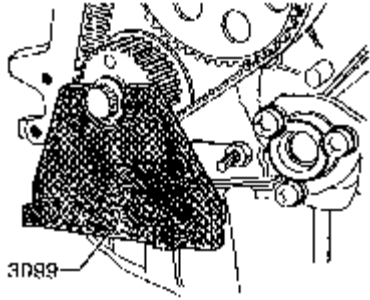
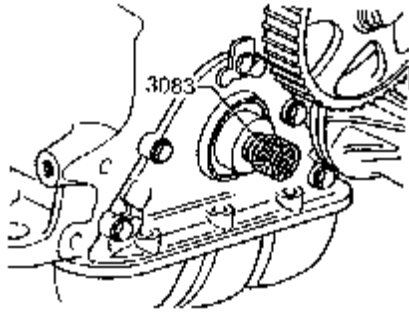

图 2-32 拆卸正时带及带轮
图 2-33 拆卸油封
(1) 拆卸：用专用工具 3099 反向定位皮带轮，如图 2-32 所示，拆卸多楔带及张紧装置、正时带及曲轴正时带轮。将专用工具 3083 的螺栓尽可能拧入曲轴，为油封拆卸器导向，如图 2-33 所示。